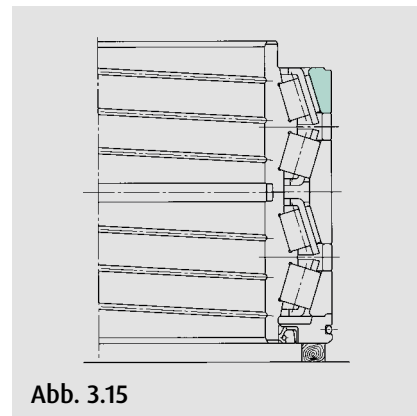

Abb. 3.15
17. Die Lastzonenmarkierungen in Übereinstimmung bringen. Den Außenring fest aufschieben, bis er gleichmäßig am Zwischenring anliegt (Abb. 3.15).